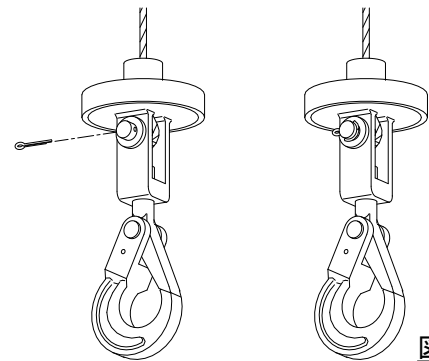

図 3
- 2) ワイヤロープのシンプルの穴とフック部の穴を合わせ、ピンを挿入し割ピンを取り付ける。割ピン先端をプライヤーなどで折り曲げて抜けないようにする。(図 3)